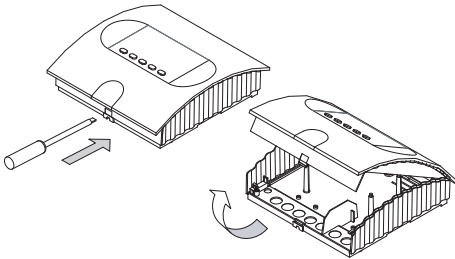

Abb. 1
1. Nehmen Sie die Abdeckung des Steuergerätes ab. Dazu drücken Sie mit einem flachen Schraubenzieher die Befestigungsnahe nach innen und ziehen Sie das Gehäuse-Oberteil durch Schwenken nach oben ab (Abb. 1).